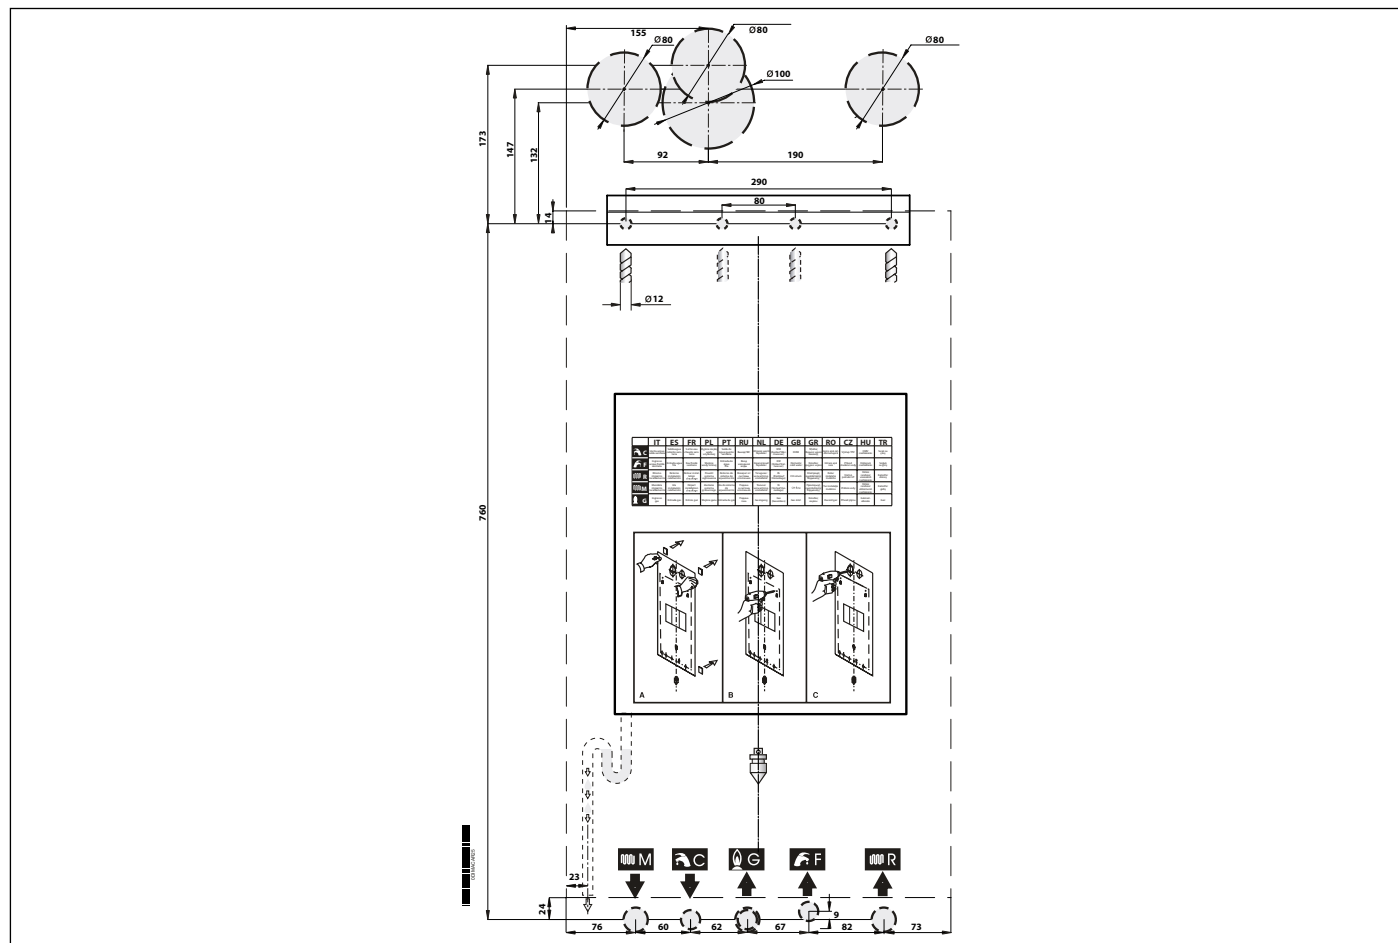

Рис. 9 Шаблон из картона
- » монтажный бумажный шаблон для настенного котла (смотри Рис. 9 Шаблон из картона);
Каждый котел снабжен специальным шаблоном из картона (смотри Рис. 9 Шаблон из картона).